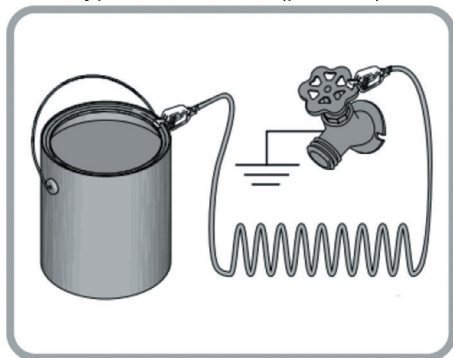

Рис. 13
- Всегда заземляйте металлические ведра: подсоедините один конец заземляющего провода к ведру с помощью зажима, а второй — к точке непосредственного заземления, например, к водопроводной трубе (рис. 13).